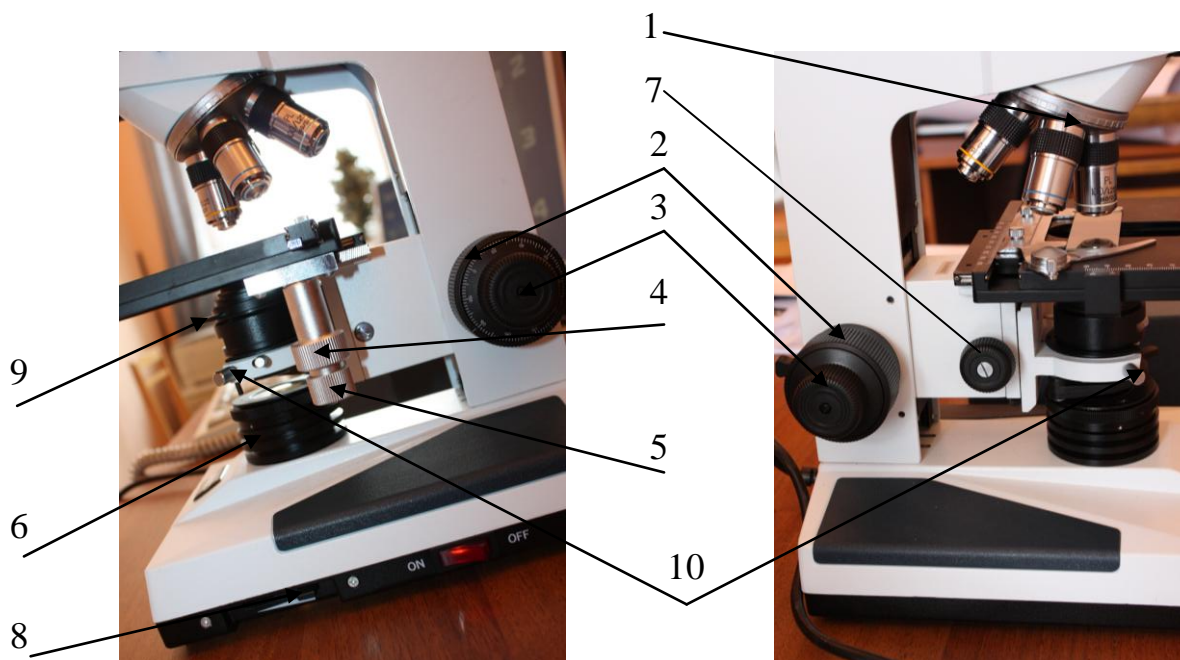
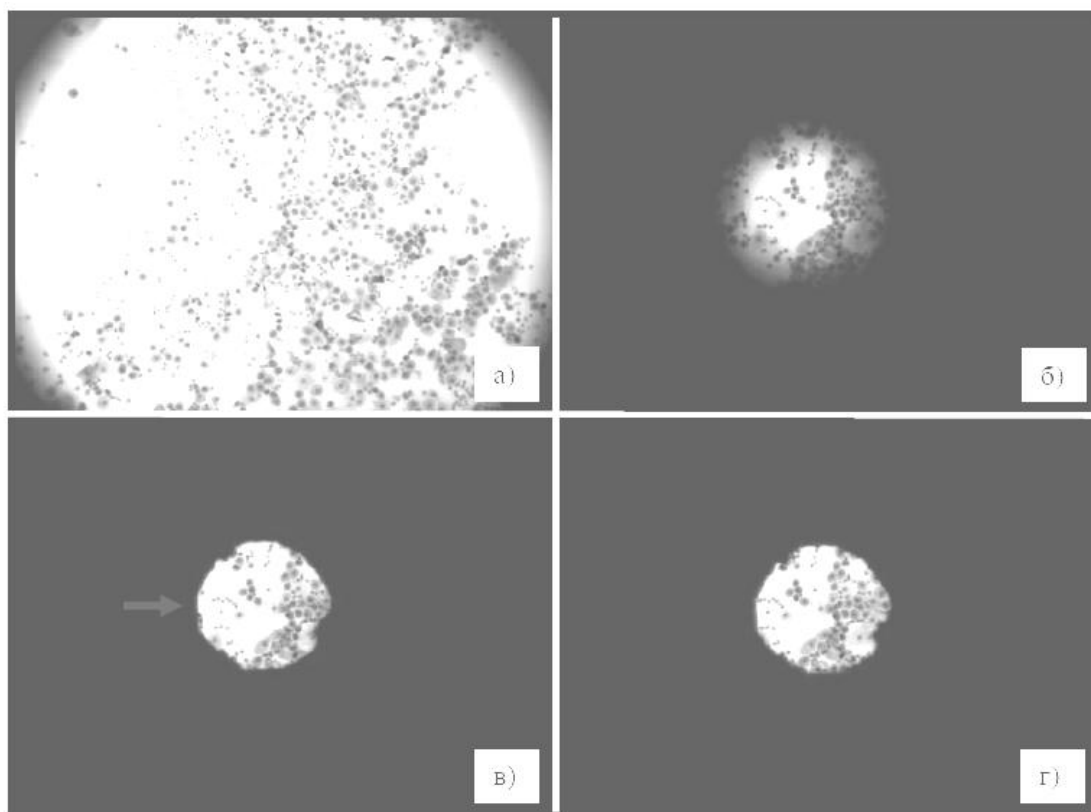

Рисунок 4.5 Елементи мікроскопа
Рисунок 4.6 Налаштування освітлення по Келеру
1. Опустити предметний столик за допомогою ручки налаштування на різкість (рис.4.5) в крайнє нижнє положення.
3. За допомогою ручки переміщення конденсора підняти конденсор в крайнє верхнє положення. При правильно відрегульованому обмежувальному гвинті верхня лінза конденсора не повинна торкатися предметного скла. В іншому випадку слід ослабити фіксуючий гвинт на ручці регулювання положення конденсора (рис. 4.5 поз. 7) і відрегулювати положення точки упору так, щоб мінімальний зазор між верхньою лінзою і предметним склом був приблизно 0.2-0.4 мм (робоча відстань між верхньою лінзи і предметним склом складає приблизно 0.85 мм).
3. Обертаючи револьверну головку (рис.4.5, поз. 1), встановити об'єктив 10^x (при окулярі 10^x) в робоче положення.
5. Встановити ручку регулятора яскравості (рис.4.5, поз.8) в положення, відповідне максимальній яскравості.
6. Добитися максимального відкриття польової діафрагми (по максимальній яскравості зображення), обертаючи корпус колекторної лінзи освітлювача (рис. 4.5, поз. 6).
7. Піднімаючи предметний столик за допомогою ручки грубого регулювання різкості (рис.4.5, поз.2), добитися появи в окулярі зображення препарату.
8. За допомогою ручки точного регулювання різкості (рис.4.5, поз. 3), добитися максимально різкого зображення препарату (рис.4.6.а).
9. Обертаючи корпус колекторної лінзи освітлювача, добитися максимального закриття польової діафрагми. При цьому в окулярі мікроскопа з'явиться нерізде зображення країв діафрагми у вигляді отвору, що світиться (рис.4.6.б). Якщо зображення країв діафрагми виглядає різким і знаходиться в центрі поля зору, можна вважати, що конденсор налаштований правильно. В іншому випадку слід відрегулювати положення конденсора.
10. Якщо зображення польової діафрагми виглядає нерізким (рис.4.6.б), потрібно відрегулювати положення конденсора по вертикалі за допомогою відповідної рукоятки (рис.4.5, поз. 7). Отримане зображення схоже з представленим зображенням на рис.4.6.в.
13. Зняти один з окулярів і плавно закривати апертурну діафрагму (рис.4.5, поз. 9) до тих пір, поки діаметр видимої світлової плями не зменшиться приблизно на третину.
різкість (рис. 4.5, поз. 2 і 3), після чого закрити ліве око і добитися максимальної різкості для правого, обертаючи кільце корекції.